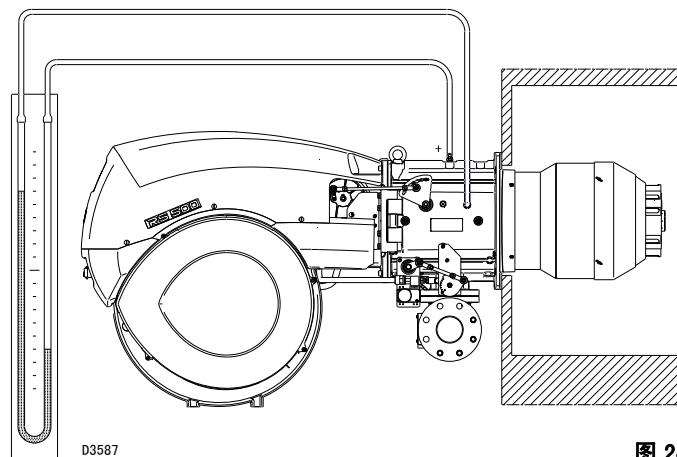

图 24
- 安装 U 型压力计或差压计（图 24），并使插座（+）位于管道接头燃气压力位置，（-）位于燃烧室以内。压力计的读数用于计算燃烧器最大输出功率，其中将用到表格 G。
U 型压力计可指示出燃气是否已达到管道接头（图 24）。